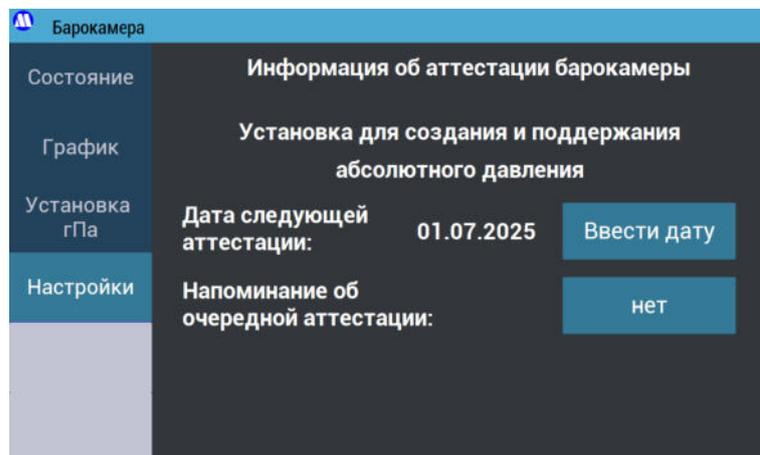
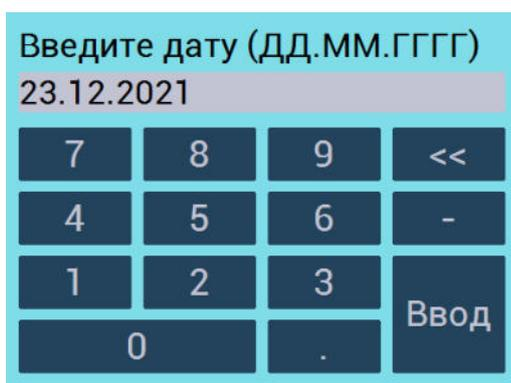

Рисунок 19 – Экран «Информация об аттестации барокамеры».
Рисунок 20 – Экранная клавиатура для ввода даты следующей поверки генератора.
7.3.12.6. Кнопка «**Информация об аттестации барокамеры**» отображает экран (Рисунок 19), на котором указано полное наименование барокамеры, имеется возможность ввода даты очередной аттестации с экранной клавиатуры (Рисунок 20). При вводе даты с экранной клавиатуры соблюдайте следующий формат ввода даты – ввод точек обязателен, день и месяц вводятся двумя цифрами, год – четырьмя. Имеется возможность установки напоминания о предстоящей аттестации при включении контроллера.
10.8. В меню «Информация об аттестации барокамеры» (Рисунок 19) контроллера есть возможность ввода даты следующей аттестации и настройки вывода напоминаний о необходимости проведения аттестации.